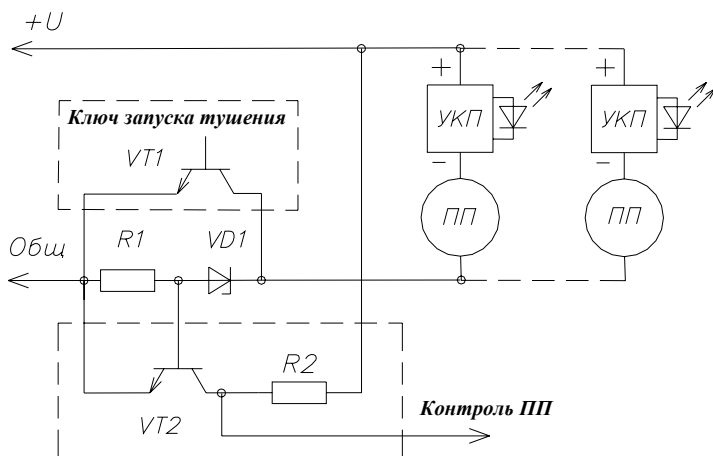

Рис.5.2.
5.2 В общем случае схема линии контроля и поджига ПП приведена на рис.5.2.